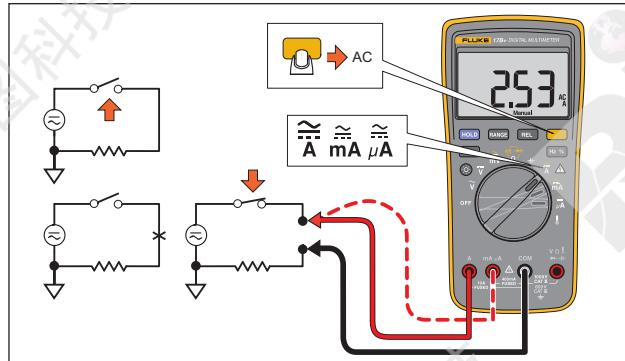

图 2. 测量交流和直流电流
3. 根据要测量的电流将红色测试导线连接至 **A** 或 **mA** 端子，并将黑色测试导线连接至 **COM** 端子。参见图 2。